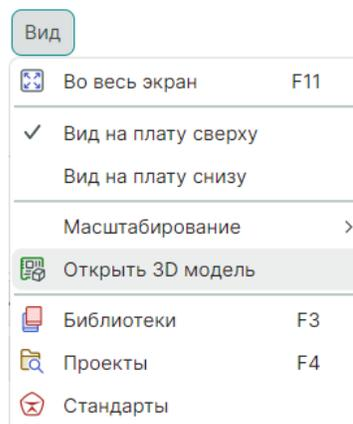

Рис. 535 Открытие 3D модели платы через главное меню
- С помощью пункта «Открыть 3D модель» в разделе «Вид» главного меню, см. Рис. 535. Для вызова данной функции в главном меню документ «Плата» должен быть активен.